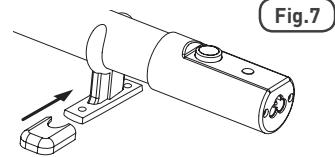

Fig.7
- Verbind rubberen moffen met poten van de beugel [Fig. 7] om de stabiliteit te vergroten.